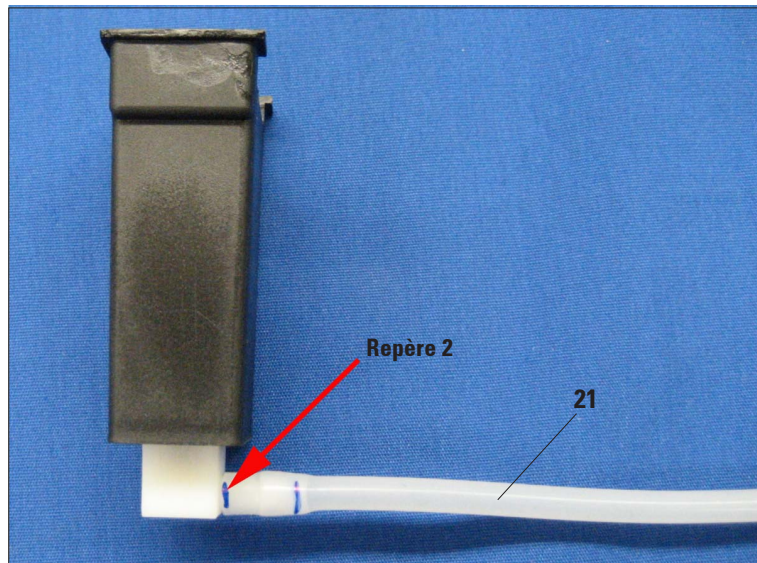

Fig. 26
- Enfoncer ensuite le tuyau (21) en le tournant complètement sur le raccord jusqu'à ce que l'extrémité du tuyau recouvre la face latérale du raccord (fig. 26).